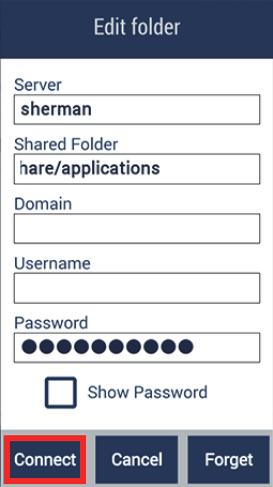

图 4-2 编辑文件夹对话框
2. 点击**Edit Folder**（编辑文件夹）对话框中的**Connect**（连接）（参见第113页的图 4-2）。